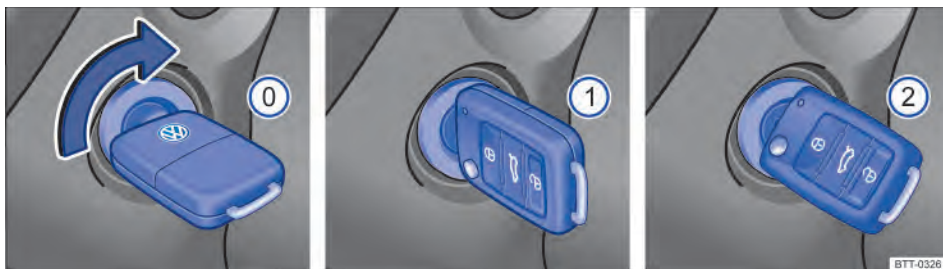

Fig. 94 Ao lado do volante, à direita: posições da chave do veículo no cilindro da ignição.
Posições da chave do veículo ⇒ Fig. 94
4.	Girar a chave do veículo no cilindro da ignição para a posição ⇒ Fig. 94 ① para ligar a ignição. Nesse instante a luz de controle do sistema de partida aquecida  irá se acender no instrumento combinado.
6.	Girar a chave do veículo no cilindro da ignição para a posição ⇒ Fig. 94 ② para dar partida no motor – não acelerar. Caso a etapa 5 não seja respeitada, a luz de controle  irá piscar indicando a necessidade de interromper o procedimento de partida e repeti-lo após retornar a chave para a posição ⇒ Fig. 94 ① e aguardar aproximadamente 10 segundos.
5.	Girar a chave do veículo no cilindro da ignição para a posição ⇒ Fig. 94  .